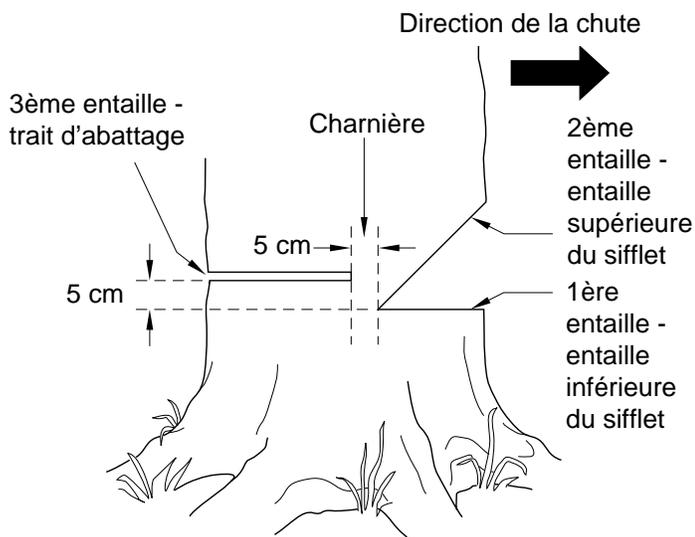

Figure 13 - Abattage d'un arbre
Un sifflet d'abattage correctement placé permet de déterminer la direction de la chute de l'arbre. Placer le sifflet d'abattage du côté de l'arbre où l'on veut qu'il tombe. (Voir la figure 13, page 12.) Procéder de la façon suivante pour faire le sifflet.
1. Faire l'entaille inférieure aussi près du sol que possible. Tenir la tronçonneuse de manière à ce que la lame-guide soit horizontale. Tailler sur 1/3 du diamètre du tronc d'arbre. (Voir la figure 13, page 12.) *Note:* Toujours commencer par faire cette entaille inférieure horizontale. Si l'on fait cette entaille en second, l'arbre risque de pincer la chaîne ou la lame-guide.
2. Entamer l'entaille supérieure au-dessus de la 1ère entaille, à une distance égale à la profondeur de cette dernière. *Exemple:* Si l'entaille inférieure a 20 cm de profondeur, commencer l'entaille supérieure à 20 cm au-dessus de cette dernière. Scier vers le bas à un angle de 45°. L'entaille supérieure doit rencontrer l'extrémité de l'entaille inférieure. (Voir la figure 13, page 12.)
1. De l'autre côté de l'arbre, faire le trait d'abattage à 5 cm au-dessus de l'entaille inférieure du sifflet. (Voir la figure 13, page 12.) Faire le trait parallèle à l'entaille inférieure.
Ne pas scier l'arbre complètement. Laisser environ 5 cm de bois non scié directement derrière le sifflet d'abattage. (Voir la figure 13.) Cette partie non sciée sert de charnière. La charnière empêche l'arbre de se tordre et de tomber dans la mauvaise direction.